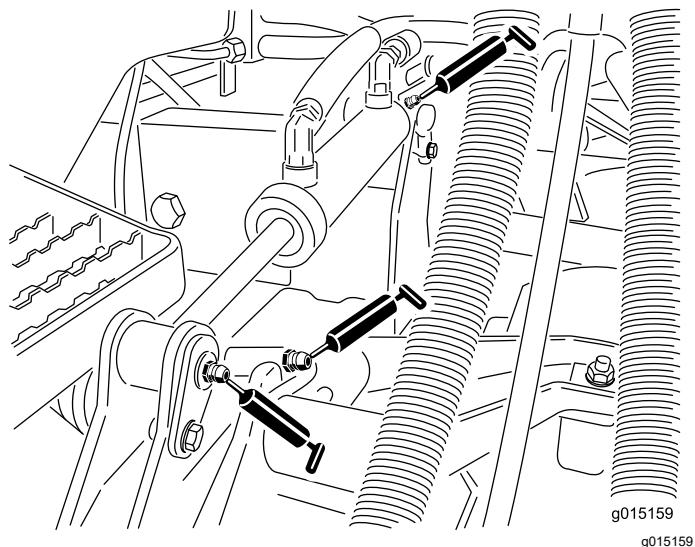

图 46
- 提升臂轴套每个滚刀组 1 个(图 46)
- 提升油缸轴套每个滚刀组 2 个(图 46)